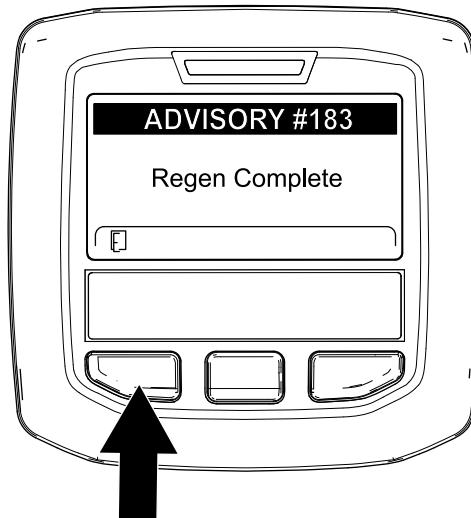

Figure 96
9. Quand le calculateur moteur achève une régénération en stationnement ou d'urgence, l'InfoCenter affiche ADVISORY #183 (avis n° 183) (Figure 96). Appuyez sur le bouton gauche pour quitter l'écran d'accueil.
Remarque: Si la régénération échoue, l'InfoCenter affiche Advisory #184 (avis n° 184) (Figure 96). Appuyez sur le bouton gauche pour quitter l'écran d'accueil.